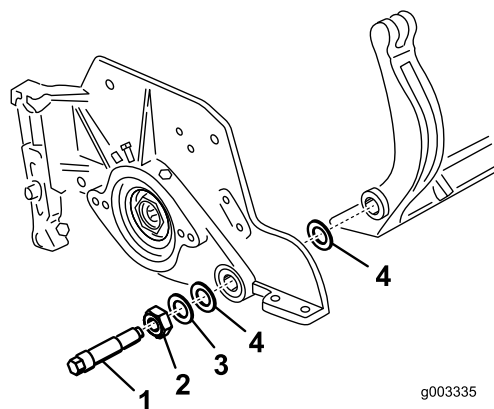

**Figure 35**
3. De chaque côté de la machine, desserrez le contre-écrou de fixation du boulon de la barre d'appui (Figure 35).
4. Retirez chaque boulon de la barre d'appui afin de pouvoir abaisser la barre et la déposer de l'unité de coupe (Figure 35).